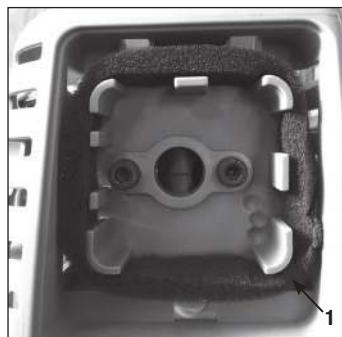

Рис. 17 Обслуживание воздушного фильтра ТА3,5
- Извлеките фильтрующий элемент 1 (Рис. 17).